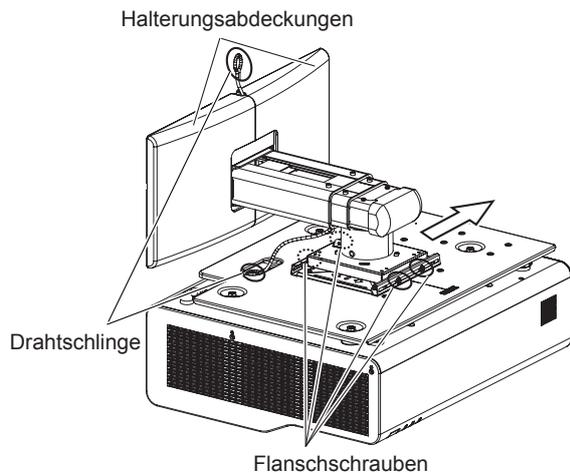

Abb. 1
- 5) Verschieben Sie das Projektormontagehalterungsset zusammen mit dem Projektor nach rechts, um es von der Wandmontagehalterung zu entfernen. (Abb. 1)